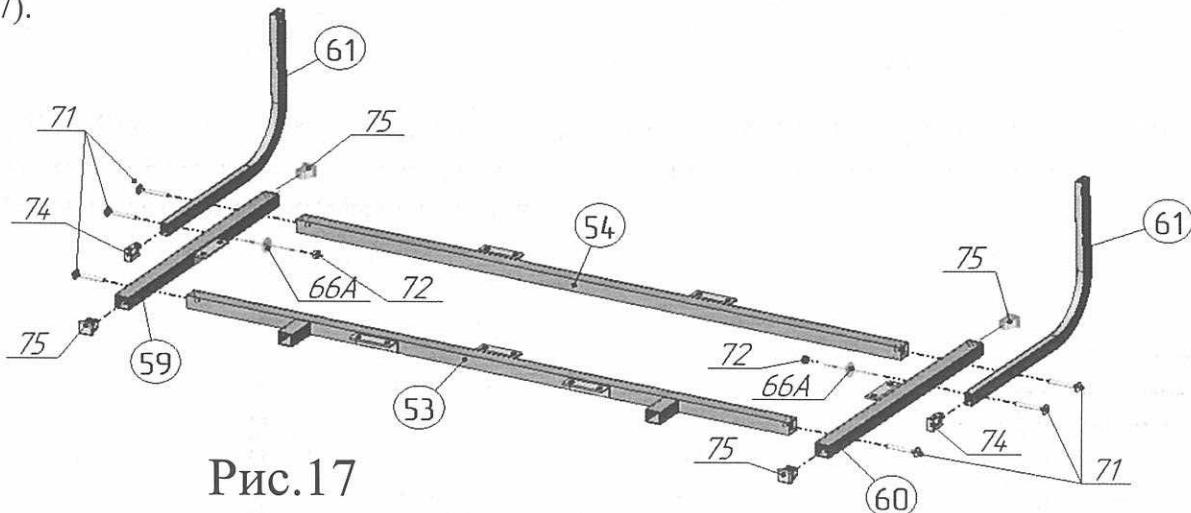

Рис.17
19. В тяги-уголки поз.61 вставить заглушки 10x20 поз.74 (рис.17). К штангам поз.53,54 присоединить штанги поз.59,60, тяги-уголки поз.61, используя винты M6x40 поз.71, в соответствии с рисунком 17. В двух местах соединить штанги поз.59,60 с тягами-уголками поз.61, используя гайки M6 со стопорным кольцом поз.72, винты M6x40 поз. 71, шайбы Ø6x18 стальные поз.66А. В торцы штанг поз.59,60 вставить заглушки 20x20 поз.75 (рис.17).